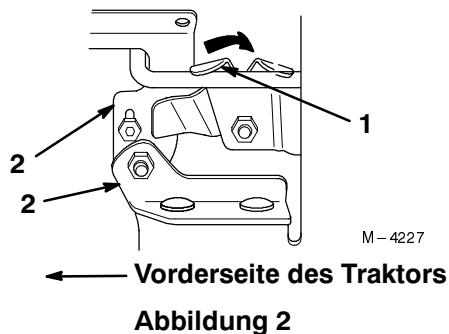

Abbildung 2
1. Die Haubenverriegelung nach hinten drücken und gleichzeitig beginnen, die Haube abzusenken (Abb. 2).